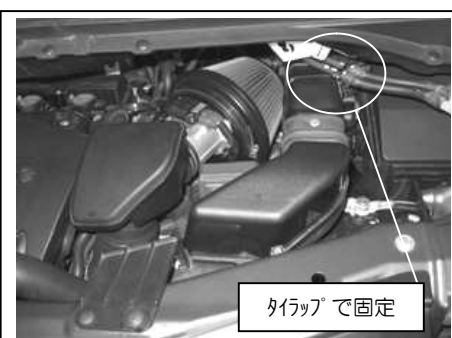

図9
⑤各部に干渉が無いよう位置を調整し、全てのボルト、ナット、ホースバンドを締めます。
⑥コア本体をアダプターへ取り付けます。図9参照
⑦取り外した導入ダクトを取り付ける場合は、ダクトの出口部分を付属のタイラップ大、小で固定して取り付けてください。図9参照